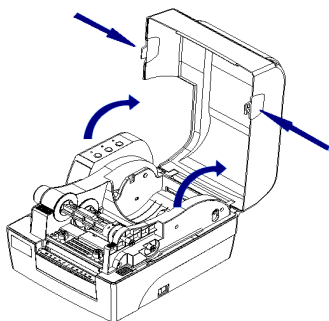

图 2.4.1
- 1) 双手推动图示位置向上翻，打开打印机的上盖（见图 2.4.1）；